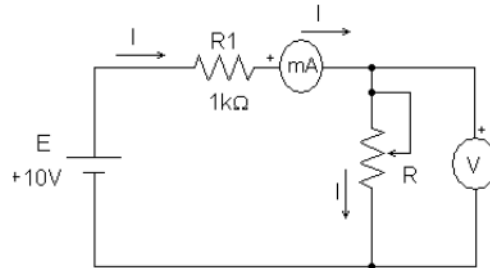

Figura 4: Circuito para estudo do potenciômetro e comprovação da 1ª Lei de Ohm.
1. Monte o circuito mostrado no esquema elétrico da figura 4, no qual  $R$  é um potenciômetro de  $4k7\Omega$  (resistência máxima do potenciômetro).